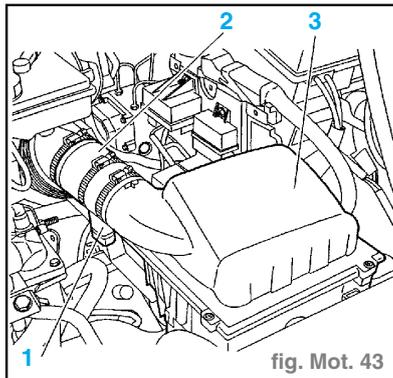

fig. Mot. 43
- les colliers (3).
- Serrer les colliers (3).
- Débrancher le connecteur (1). (fig. Mot. 43)